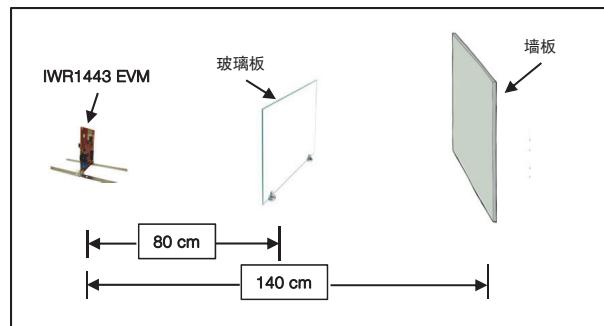

图 2. 检测玻璃墙的测试装置。
为演示这一功能，我们设置了一个简单的实验，使用德州仪器 (TI) IWR1443BOOST 毫米波传感器评估模块 (EVM)，在 80cm 远处放置一块玻璃。然后，我们玻璃后面 140cm 处的位置放置了一个墙板，如图 2 所示。